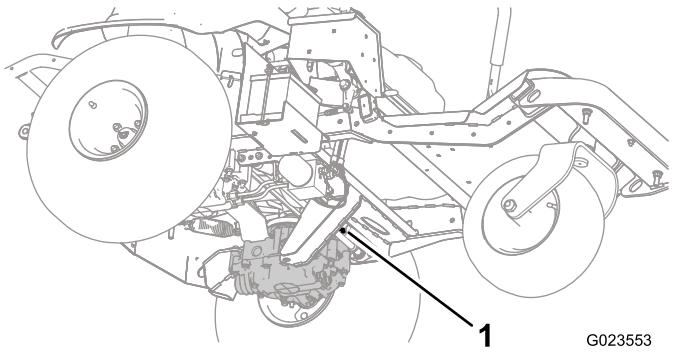
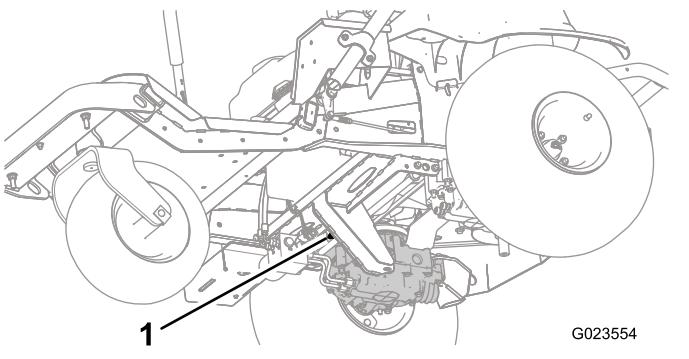
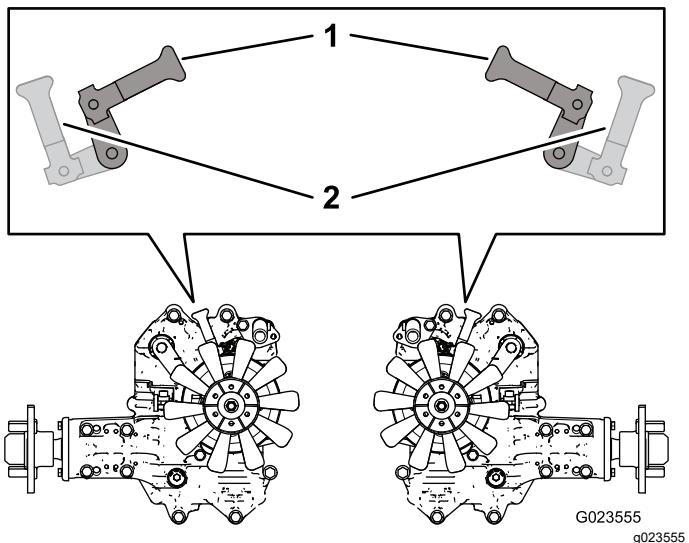

Bild 22
Bild 23
Bild 24
2. Drehen Sie von der Unterseite der Maschine aus die Hebel der Sicherheitsventile (Bild 22 und Bild 23) so, dass sie nach innen, zur Mitte der Maschine zeigen (Bild 24), und lösen Sie die Feststellbremse, siehe Verwenden der Feststellbremse \(Seite 20\).
der Maschine zeigen, damit die Maschine fahren kann (Bild 24).